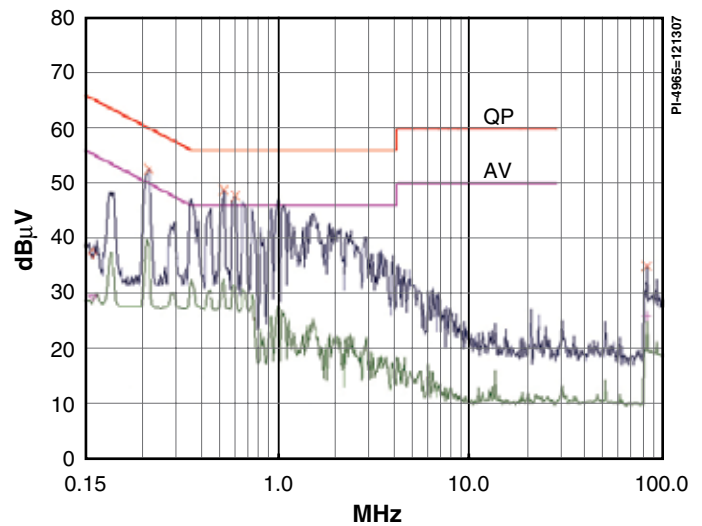

图3. EN55022 B标准的传导EMI结果。在230 VAC交流输入且输出RTN浮动的情况下测得的结果。
- 符合CISPR-22/EN55022 B传导EMI限值，EMI裕量 >8 dB μ V（参见图3）
通过U1内集成的频率调制功能以及变压器的E-Shield™技术，我们可以使此类简单的EMI滤波符合EN55022B标准（参见图3）。